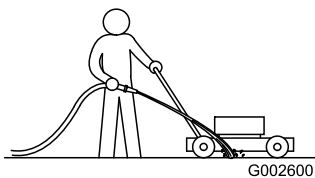

Figure 24
- Mettez le moteur en marche lorsque la tondeuse se trouve sur une surface revêtue plane et dirigez un jet d'eau devant la roue arrière droite (Figure 24).